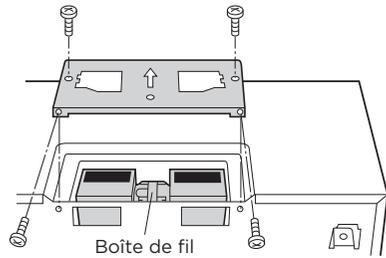

Figure 15
- Fixez le support du couvercle du ventilateur à l'unité à l'aide des 4 vis retirées à l'étape 1 ci-dessus. Voir la figure 15. L'unité de ventilation de la hotte est maintenant tournée pour une opération d'évacuation verticale.